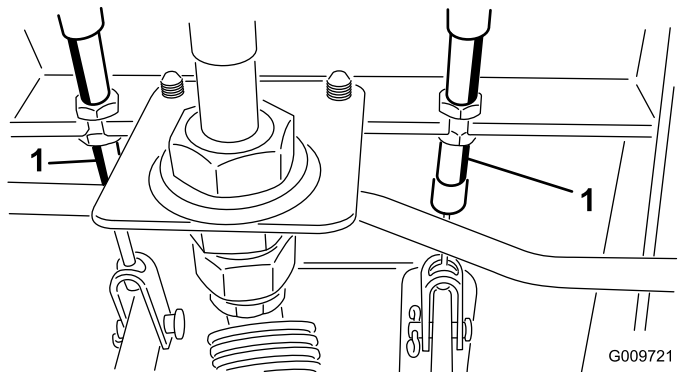

Bild 87
- A. Lockern Sie die vordere Mutter an der Gewindeseite des Bremszuges (**Bild 87**).